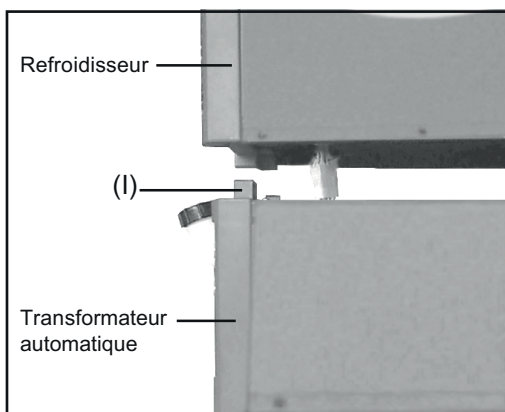

Fig. 10 Insérer les écrous hexagonaux
16 Glisser les écrous hexagonaux fournis sur le dessus du transformateur automatique de l'intérieur dans les ouvertures hexagonales (I) des crans de fixation (comme pour le (I) refroidisseur, voir Fig. 10)